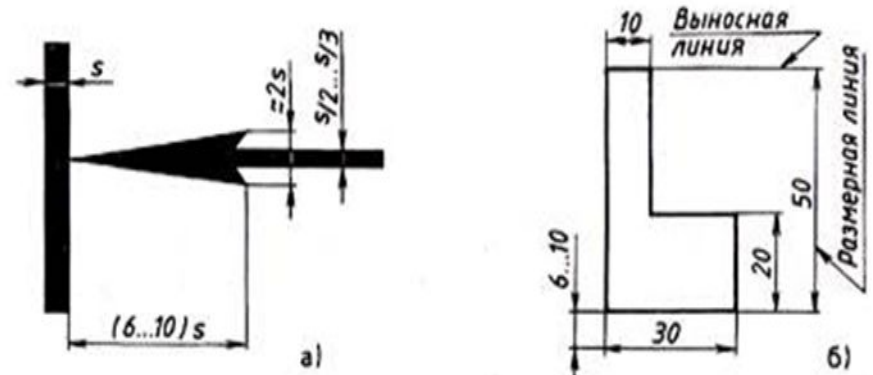

Рис. 40. Нанесение линейных размеров
- Если на чертеже недостаточно места над размерной линией, то размеры проставляются с помощью дополнительных выносных (уч.рис.40)